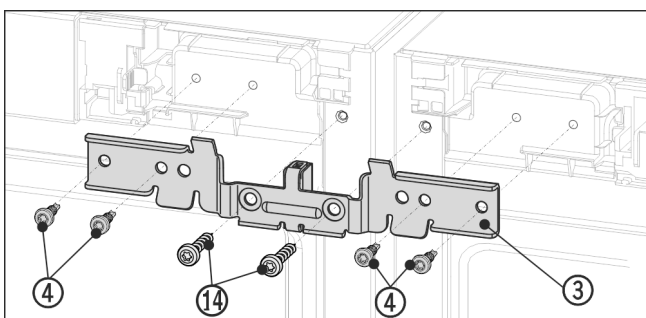

Fig. 12 Rappresentazione esemplificativa
- Far scorrere la squadretta Fig. 12 (3) con il distanziale fra le apparecchiature e sui perni. Avvitare la squadretta con quattro viti Fig. 12 (4) e le viti di messa a terra precedentemente svitate Fig. 12 (14) alternativamente a destra e a sinistra senza serrarle.